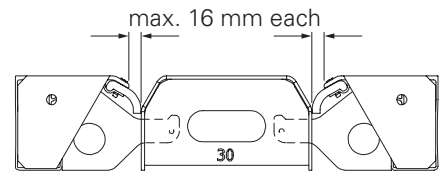

Fig. E8.03
- 1x Stop. Panel TRIO MT (**101**) (Fig. E8.03)